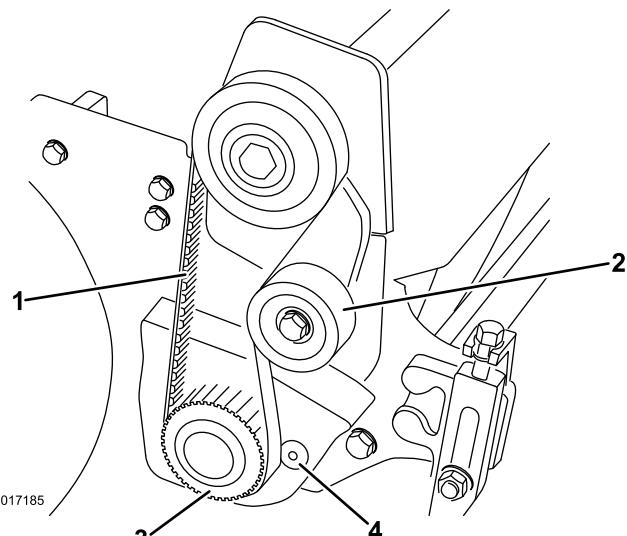

Bild 8
17. Lockern Sie die Spannscheibe, um die Riemenspannung zu lösen und nehmen Sie den Spindeltreibriemen von den Riemscheiben (Bild 8).
18. Entfernen Sie die Antriebsscheibe mit einer Antriebsratsche (1/2") und Verlängerung von der Spindelwelle (Bild 8). Verhindern Sie mit einem Holzblock, dass sich die Spindel drehen kann.
19. Entfernen Sie die zwei Senkschrauben und Muttern, mit denen die Abdeckung des Groomerarms am Kegelrollenlagergehäuse und der Seitenplatte befestigt ist (Bild 8). Entfernen Sie die Abdeckung des Grommerarms und bewahren die Befestigungen auf.